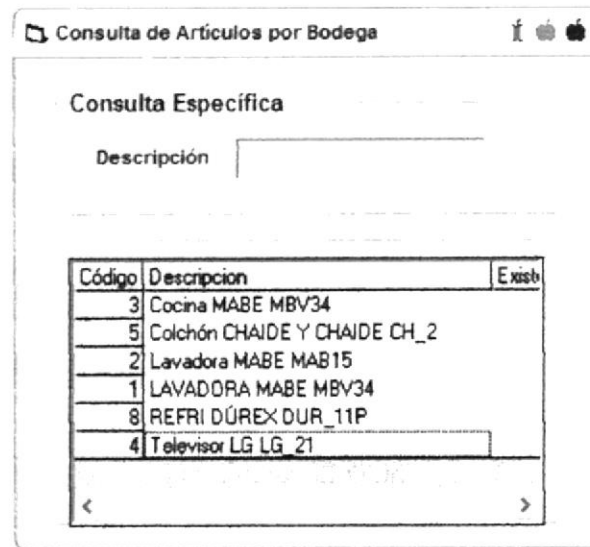

Figura 3.27 Pantalla de Consulta de Artículos por Bodega
7. De clic en el botón de búsqueda de Artículos por Bodega. Código y aparecerá la pantalla de consulta de Artículos. (Ver Figura 3.27).
8. Elija el artículo dando doble clic en la descripción de este en la Pantalla "Consulta de Artículos por Bodega" (Ver Figura 3.27) y volverá automáticamente a la pantalla anterior con todos los datos de dicho artículo. (Ver Figura 3.28)